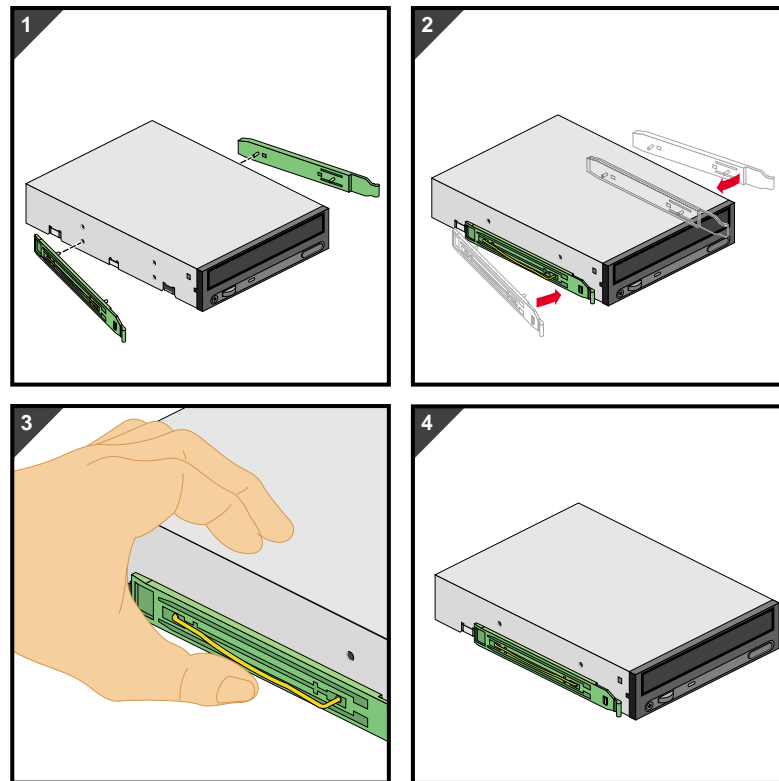

Figure 2-3 Montage des rails de guidage sur les lecteurs de disquette 5 pouces $\frac{1}{4}$
3. Pour monter un rail de guidage sur le lecteur de disquette, placer une extrémité du rail de guidage dans le trou fileté correspondant. Appuyer délicatement sur la partie centrale du rail jusqu'à encliquetage de l'autre extrémité du tenon dans son trou fileté. La Figure 2-3 montre la procédure correspondante.